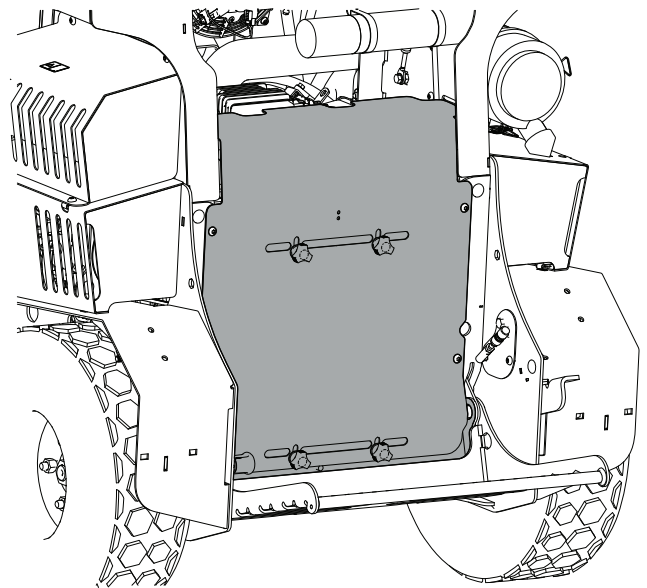

Bild 29
- Entfernen Sie die vier Schrauben, mit denen die Abdeckplatte an der Maschine befestigt ist, und nehmen Sie die Platte ab (Bild 29).